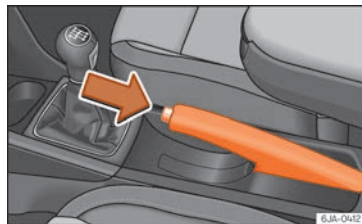

Fig. 214 Consola central: freno de mano.
- Tire ligeramente de la palanca hacia arriba y **al mismo tiempo** presione el botón de desbloqueo »» **fig. 214.**